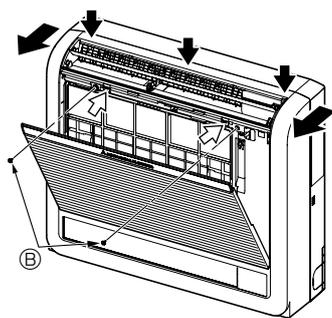

Fig. 3-3
- ① Open het voorste rooster door op de 2 plaatsen te drukken zoals aangegeven door de pijlen ⇄. (Fig. 3-3)
- ② Open het voorste rooster en draai de beide schroeven los.
- ③ Open de horizontale klep van de bovenste luchtuitlaat, druk op drie plaatsen aan de bovenkant van het voorpaneel, en trek de bovenkant van het rooster van de binnenunit weg.